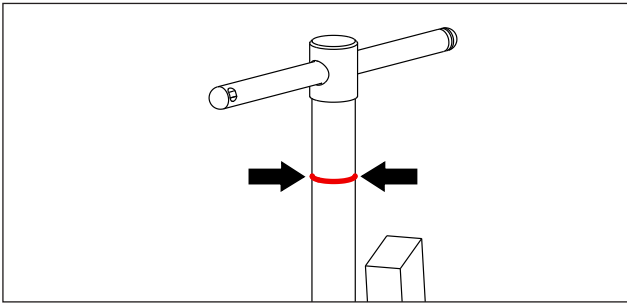

图 6, 螺纹啮合指示符号 (红带)
- 在待移除部件上安装了拔轮器后，确保螺纹啮合指示符号可见。涂抹位置请参见图 6。如果调节杆顺时针转动太多圈，指示符号将被隐藏，表示螺纹啮合程度不足。